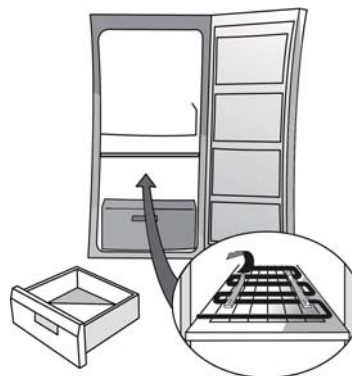

Fig 1
- Montați distanțierele (Fig. 1, 2, sau 3 în funcție de model)